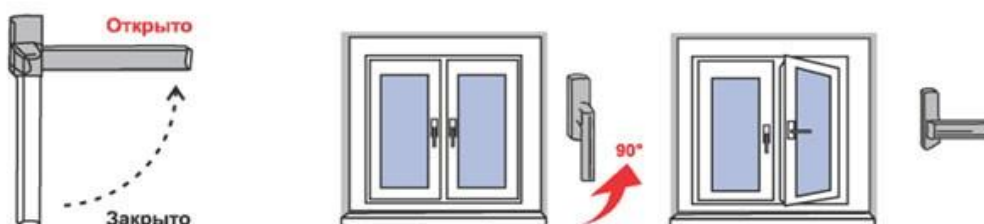

Рис.1
2. Чтобы открыть (распахнуть) створку окна, ручку поворачивают на 90 градусов в горизонтальное положение (положение «Открыто» на Рис. 1). При повороте ручки закрытую створку слегка прижимают к раме другой рукой (чуть выше ручки). Затем, потянув за ручку, створку распахивают (сплошной режим - поворотное открывание).